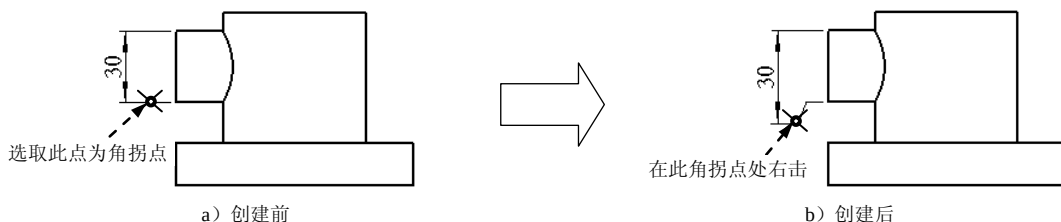

图 5.2.114 创建角拐
(1) **拭除**：该命令的作用是将尺寸界线拭除（即不显示），如图 5.2.114 所示。如果要将拭除的尺寸界线恢复为显示状态，则要先选取尺寸，然后右击并在弹出的快捷菜单中选取 **显示尺寸界线** 命令。